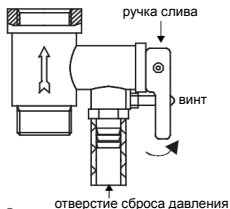

Рис. 6
4. На входной патрубок обозначенный голубым цветом и стрелкой направления течения воды накрутите предохранительный клапан так, чтобы течение воды совпадало с направлением стрелки на корпусе клапана. На отверстие сброса давления предохранительного клапана (см. рис. 6) оденьте дренажную трубку\* для отвода воды (возможно появление при нагревании) в канализацию.
6. Воду можно слить через обратный предохранительный клапан, для этого нужно открутить винт, фиксирующий ручку слива, обратного предохранительного клапана и перевести её в верхнее положение, при этом кран выхода горячей воды должен быть открыт, а кран подачи холодной воды в водонагреватель должен быть перекрыт (смотри рис. 6). Никогда не сливайте воду, если ее температура выше 50 °С, т. к. это может привести к ожогам.